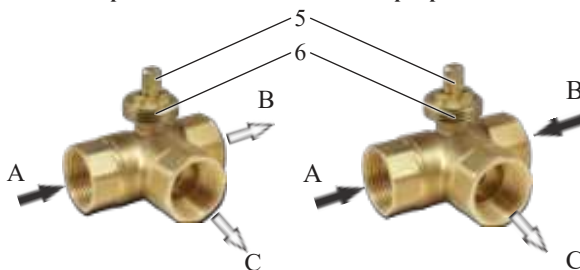
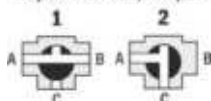

Рис. 1
Рис. 2
- в зависимости от начального положения штока кран может работать как переключающий (рис. 1) или как смесительный (рис. 2);
**Переключающий кран (рис. 1):**
**Смесительный кран (рис. 2):**